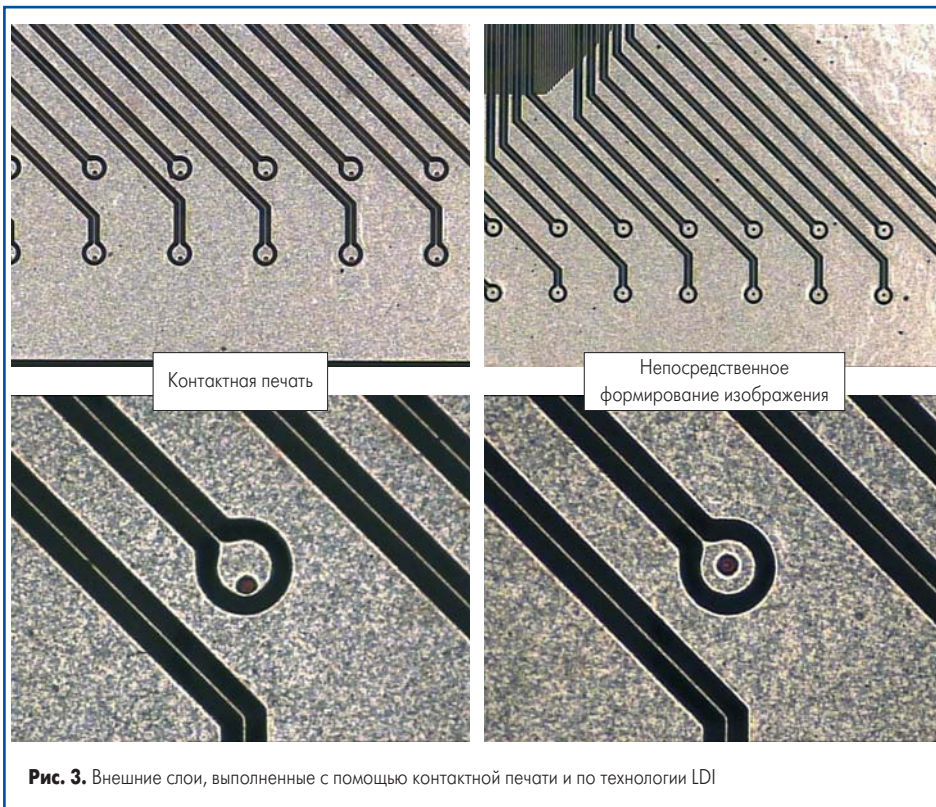

Рис. 3. Внешние слои, выполненные с помощью контактной печати и по технологии LDI
**Решение.** Система LDI обеспечивает динамическое совмещение. Каждая групповая заготовка перед экспонированием измеряется, вычисляется масштабирующий фактор для каждой из осей X, Y и используется в процессе экспонирования. Результаты работы системы LDI и традиционной технологии (методом контактной печати) показаны на рис. 3.